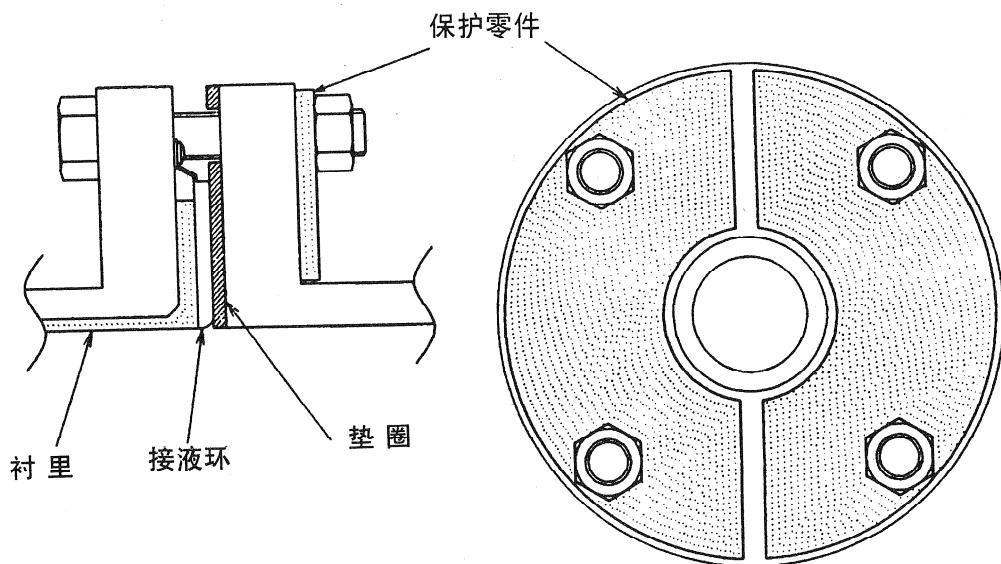

图 2-27 在 2.5A-1100A 的条件下材质为 SUS，以及在 250A-1100A 的条件下材质为 SUS 以外的场合（使用保护零件）
按规定的力矩紧固，可能会发生氯乙烯配管变形或损坏的场合必须用保护零件。请使用厚度为6mm以上的不锈钢材等作为保护零件，使紧固螺帽后管道不发生变形。零件的形状参照图2-27。
2. 按规定的紧固力矩安装担心氯乙烯配管变形损坏的场合请使用保护零件如图 2-27 所示，金属保护零件安装在氯乙烯法兰外侧夹住氯乙烯法兰，做到即使使用规定的紧固力矩也不会使配管变形或损坏，安装上检测器，紧固力矩参照 2-27 ~ 29 页的表 2-5。另外，垫圈的内径可参照 2-32 页的表 2-6。